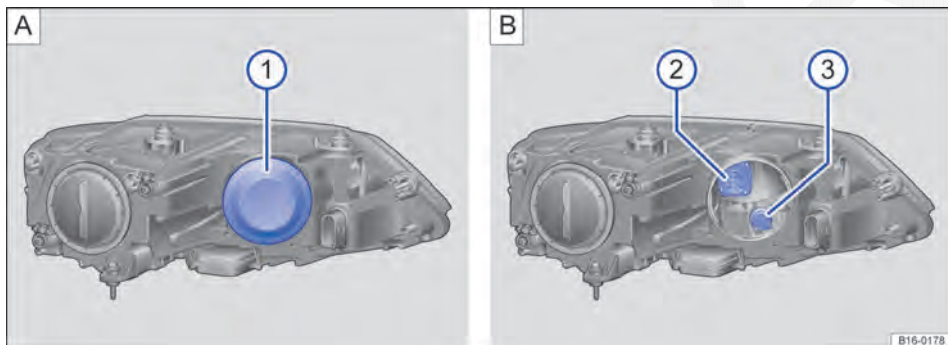

Fig. 234 No compartimento do motor: ① cobertura no farol dianteiro esquerdo, ② farol de conversão, ③ lanterna dos indicadores de direção.
3.	Remover a cobertura de borracha ⇒ Fig. 234 ① na parte traseira do farol.
4.	Girar o suporte da lâmpada ② ou ③ respectivamente até o batente no sentido anti-horário e retirar com a lâmpada incandescente para trás.
7.	Instalar a cobertura de borracha ①.